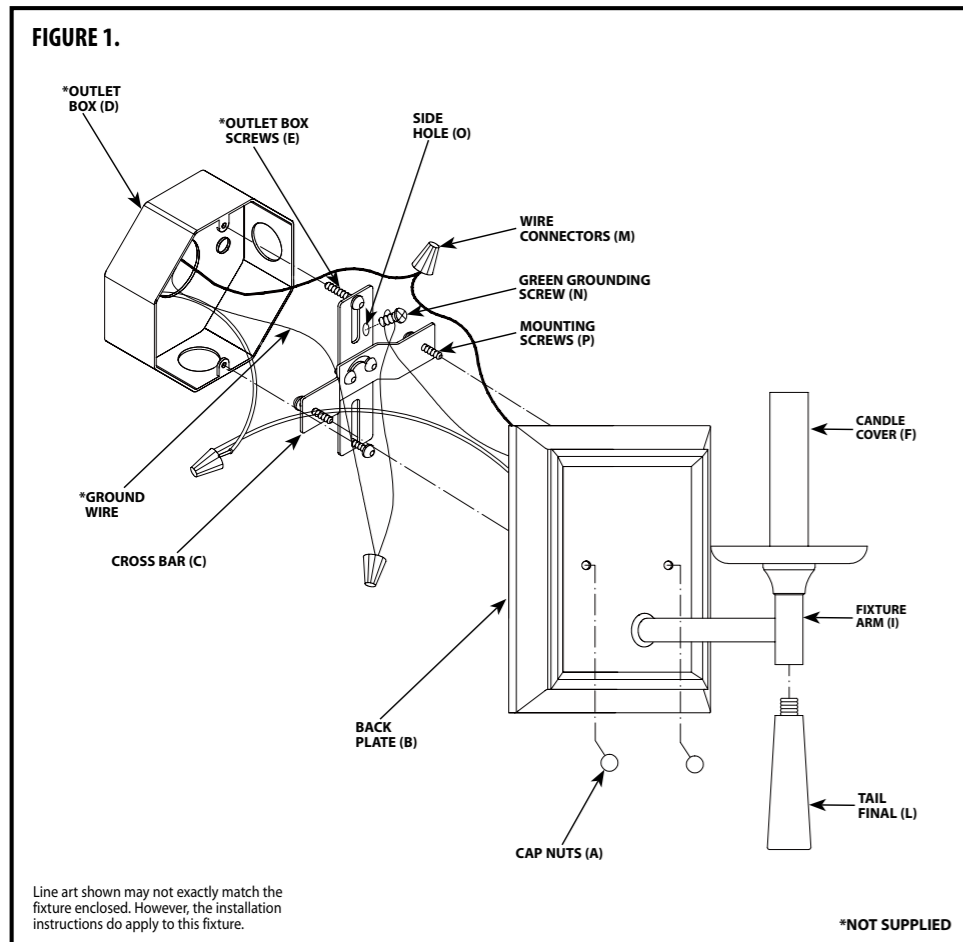
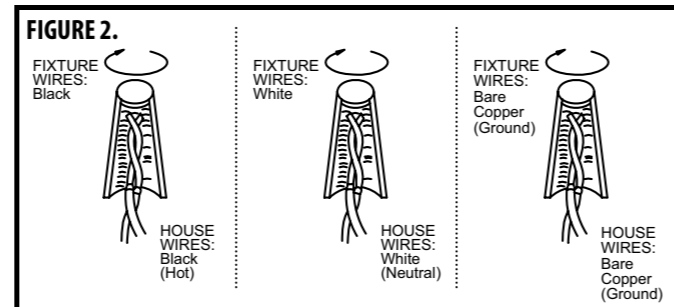
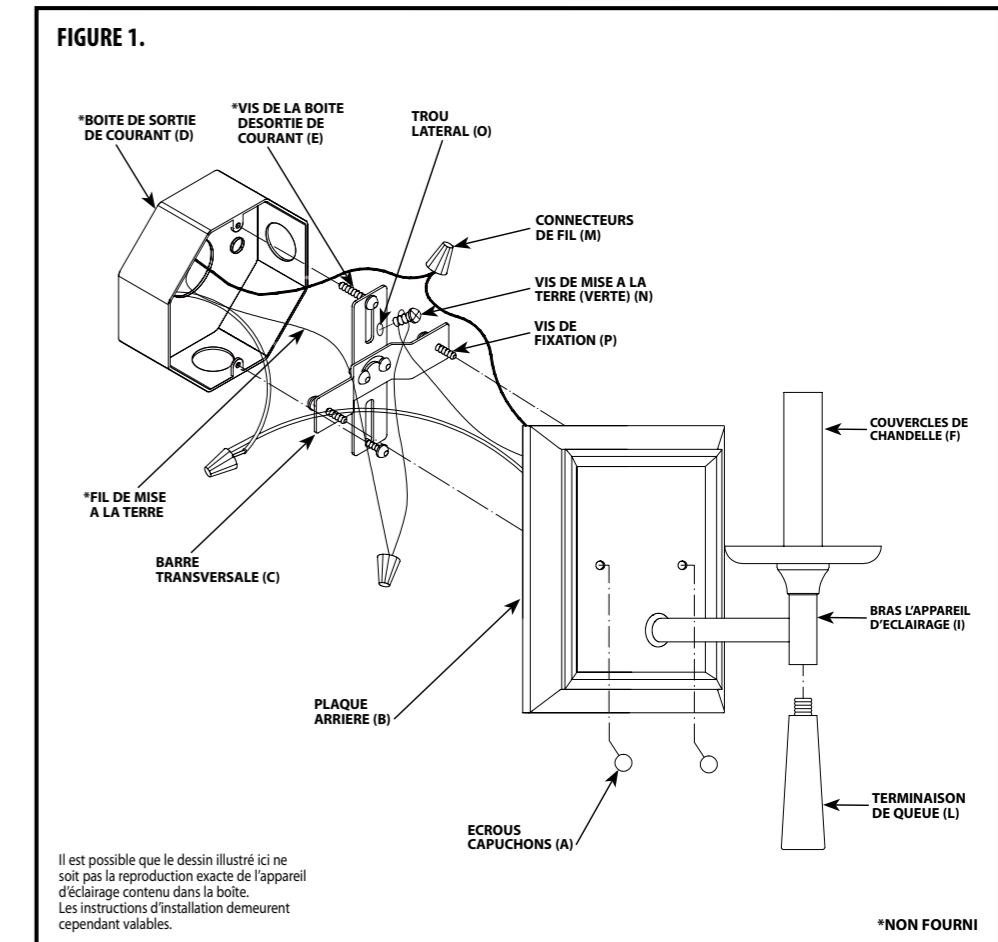

FIGURE 1.
FIGURE 2.
FIGURE 1.
**NOTE:** Carefully unpack fixture and parts. Make sure all parts are included before discarding any packing materials (see figure 1).
2. Remove cap nuts (A) from back plate (B) and remove cross bar (C) (see fig. 1).
3. Secure cross bar (C) to outlet box (D) with outlet box screws (E) (if applicable).
4. Secure tail final (L) to bottom of fixture arm (I).
5. Identify color coding of fixture wires (see fig. 2).
6. Connect the black wire from the fixture with the black wire (live wire) from the outlet box (D) by wire connector (M), and wrap the wire connector (M) with electrical tape for a more secure connection.
7. Connect the white wire from the fixture with the white wire (neutral wire) from the outlet box (D) by wire connector (M), and wrap the wire connector (M) with electrical tape for a more secure connection.
8. Partially thread green grounding screw (N) into side hole (O) on universal mounting plate or cross bar (C) (see fig.1).
9. Wrap grounding wire from fixture around green grounding screw (N) leaving enough excess wire, then connect the excess grounding wire from the fixture with the grounding wire from outlet box by wire connector (M) (if applicable), then wrap the wire connector (M) with electrical tape for a more secure connection.
10. Tighten green grounding screw (N). Do not over tighten.
11. Tuck wires inside outlet box (D).
NOTA : Déballez soigneusement l'appareil d'éclairage et les pièces. Assurez-vous que toutes les pièces y sont avant de mettre l'emballage au rebut (voir fig. 1).
2. Retirez les écrous capuchons (A) de la plaque arrière (B) et retirez la barre transversale (C) (voir fig. 1)
3. Attachez la barre transversale (C) à la boîte de sortie de courant (D) à l'aide des vis de la boîte de sortie de courant (E) (s'il y a lieu).
4. Fixez la terminaison de queue (L) au bas du bras (I) de l'appareil d'éclairage.
5. Identifiez la couleur des fils de votre appareil d'éclairage (la figure 2).
6. Connectez le fil noir de l'appareil d'éclairage au fil noir (fil sous tension) de la boîte de sortie près du capuchon de connexion (M); puis, pour une connexion plus sécuritaire, enveloppez le capuchon de connexion (M) avec du ruban isolant.
7. Connectez le fil blanc de l'appareil d'éclairage au fil blanc (fil compensateur) de la boîte de sortie près du capuchon de connexion (M); puis, pour une connexion plus sécuritaire, enveloppez le capuchon de connexion (M) avec du ruban isolant.
8. Vissez en partie la vis verte de mise à la terre (N) dans le trou latéral (O) se trouvant sur la plaque universelle de fixation ou sur la barre transversale (C) (voir fig. 1).
9. Enveloppez le fil de mise à la terre de l'appareil d'éclairage autour de la tige verte de la vis de mise à la terre (N) tout en laissant suffisamment de fil; puis connectez l'excès de fil de mise à la terre de l'appareil d'éclairage avec le fil de mise à la terre de la boîte de sortie près du capuchon de connexion (M) (le cas échéant); puis, pour une connexion plus sécuritaire, enveloppez le capuchon de connexion (M) avec du ruban isolant.
10. Serrez la vis verte de mise à la terre (N). Ne serrez pas outre mesure.
11. Enfouissez les fils dans la boîte de sortie de courant (D).
1. Placez la plaque arrière (B) par-dessus les vis de fixation (P) (voir fig. 1).
2. Fixez bien en place à l'aide des écrous capuchons (A).
3. Installez les couvre-bougies (F) (s'il y a lieu).